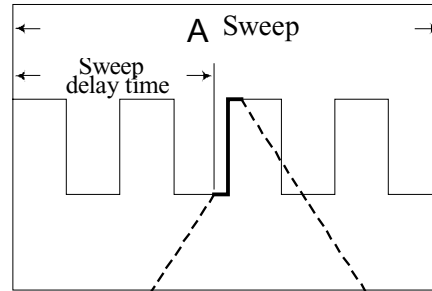

Abbildung 4-14
Stellen Sie mit den HORIZ DISPLAY-Tasten (38) den Modus A ein, und bringen Sie die Signalform mit der A-Ablenkung im normalen Maßstab auf den Schirm. Bringen Sie dann den B TIME/DIV-Regler in eine Stellung, die um ein mehrfaches schneller ist als die des A TIME/DIV-Reglers. Überzeugen Sie sich, daß die HORIZ DISPLAY-Taste TRIG'D nicht gedrückt ist, und drücken Sie anschließend die HORIZ DISPLAY-Taste A INT. Ein Teil der angezeigten Signalform ist jetzt wie in Abbildung 4-14 gezeigt hervorgehoben und weist auf die Bereitschaft zur verzögerten Ablenkung hin. Der Teil mit der größeren Helligkeit kennzeichnet den Bereich, der der B-Ablenkzeit (verzögerte Ablenkung) entspricht. Dieser Teil wird dann bei der B-Ablenkung zeitlich gedehnt.